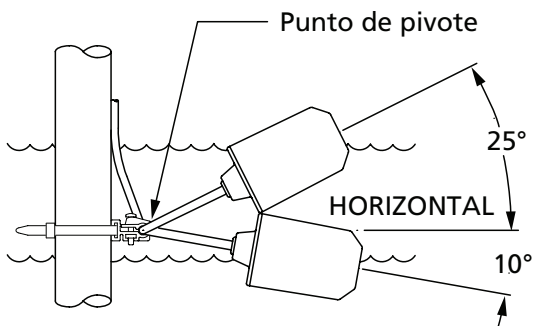

Figura 2
1. Monte la abrazadera de unión acualquier superficie rígida convenientemente orientada. Esto es lo que se conoce como el punto de pivote. No apriete las abrazaderas hasta que los niveles de encendido y apagado estén correctamente establecidos (vea la Figura 2).